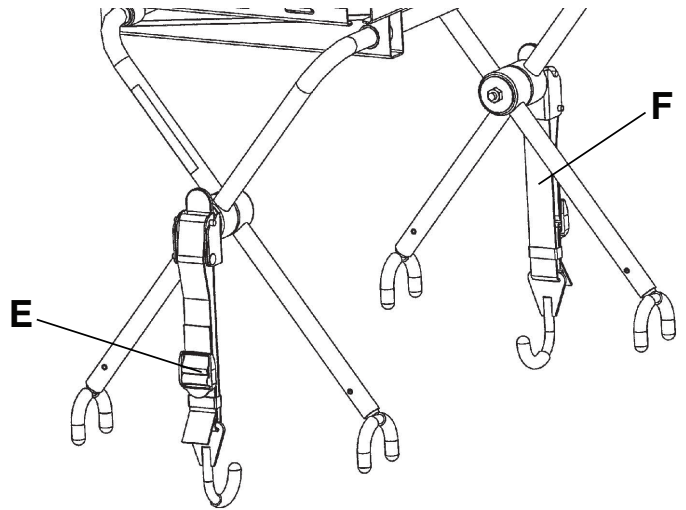

Abbildung 29 – Defibrillatorplattform an der Trage befestigen
9. Den Defibrillator mit den Gurten (E) an der Defibrillatorplattform befestigen (Abbildung 29).